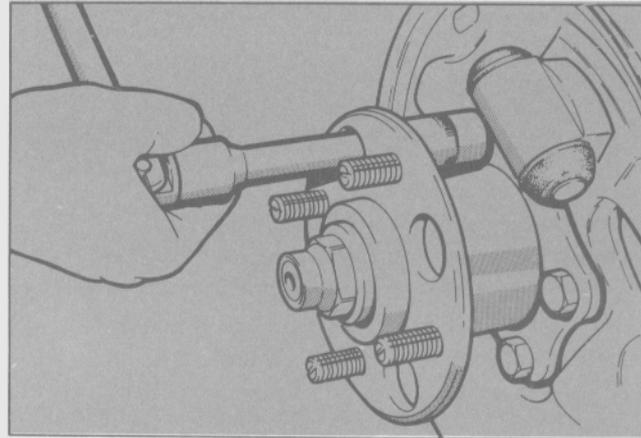

Fig. 60 - Extracción de los tornillos de sujeción de la brida y de la placa portafrenos
- Extraer los cuatro tornillos de sujeción de la brida y placa portafrenos al brazo de la suspensión trasera (Fig. 60).